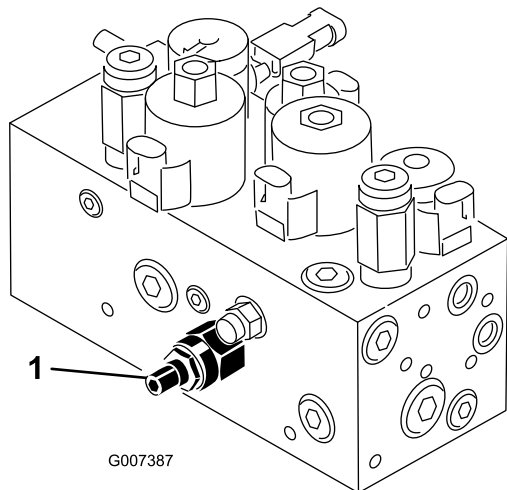

Bild 59
Der Hub-/absenkungskreis der Mähwerke ist mit einem Stromventil ausgerüstet (Bild 59). Dieses Ventil wird im Werk um ungefähr 3 Umdrehungen geöffnet. Zum Ausgleichen unterschiedlicher Hydrauliköltemperaturen und Mähgeschwindigkeiten usw. müssen Sie dieses Ventil jedoch u. U. einstellen. Gehen Sie dabei folgendermaßen vor:
1. Klappen Sie den Sitz hoch und finden Sie das Hauptregulierungsventil für das mittlere Zuggestell (Bild 59), das sich neben dem Hydraulikverteiler befindet.